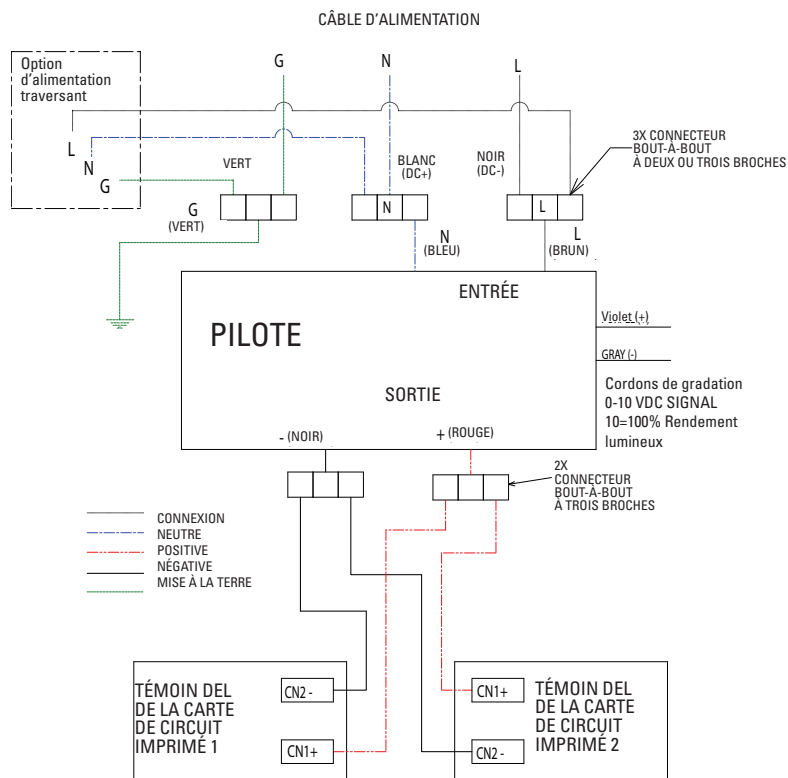

Figure 16
- Ouvrir le couvercle du circuit de commande en desserrant les quatre (4) vis du couvercle en acier inoxydable no 10-32 x 0,75 po. (Voir la figure 13) Tous les composants dans le luminaire sont câblés; ainsi, il ne reste qu'à raccorder le fil de phase, le fil neutre et le fil de mise à la terre aux bornes ou fils conducteurs du luminaire selon les schémas de câblage (voir les figures 16 et 17), à l'aide de méthodes conformes aux codes applicables. Raccorder d'abord le conducteur de mise à la terre (vert) de l'équipement, puis le courant (blanc) et la tension composée (noir). Pour les applications en tension continue, raccorder le fil positif (+) au fil blanc et le fil négatif (-) au fil noir. Serrer tous les raccordements électriques. Remarque : les orifices standards sont de 3/4 po NPT.
- Remettre le couvercle du circuit de commande en place et serrer les quatre (4) vis de montage du couvercle à un couple de 31 po-lb (3,6 N.m).